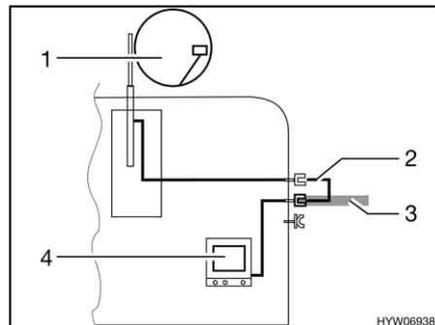

Bild 169 TV im Fahrzeug
- TV im Fahrzeug (Bild 169,4): Anschluss an Dachantenne (Bild 169,1) mit Verbindungskabel (Bild 169,2)
- TV im Fahrzeug (Bild 169,4): Anschluss an externe Antenne (Bild 169,3)